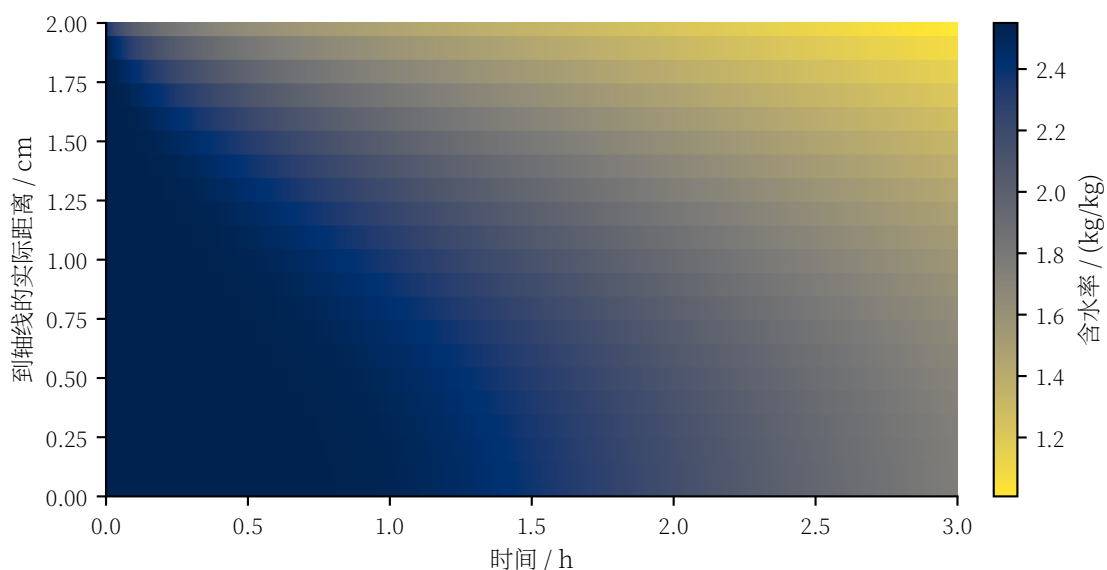

图 8 问题二前三小时的径向干基含水率场
0.5 h 时中心含水率为 2.5499 kg/kg，表面含水率已降至 1.6486 kg/kg。到 3 h，两处数值分别为 1.7662 kg/kg 和 1.0081 kg/kg，中心比表面高 0.7581 kg/kg。图 8 显示低含水率区持续向内部扩展，轴线附近的扩散滞后仍未消失。